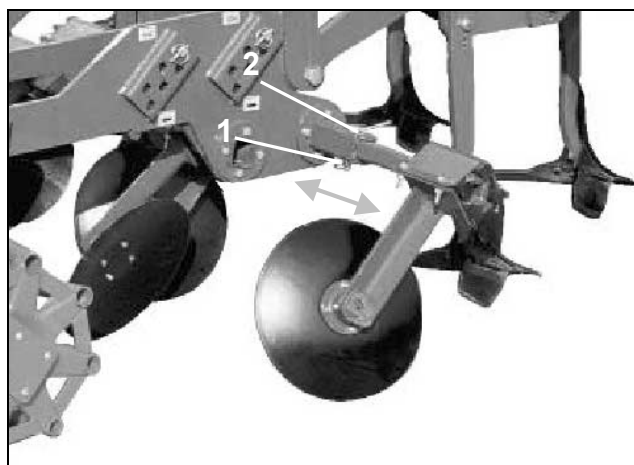

Fig. 16
- Løsne splinten (Fig. 16/1).
- Trekk til bolten (Fig. 16/2).